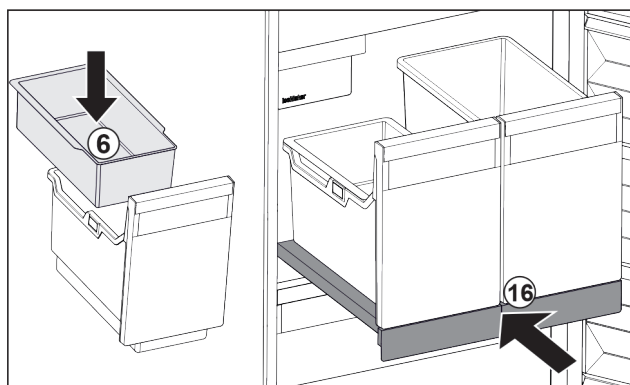

Fig. 40
- ▶ Sæt holderen i døren Fig. 40 (6) til isterninger i.
- ▶ Skub udtrækshylden med beholderne (IceTower) ind. Fig. 40 (16)